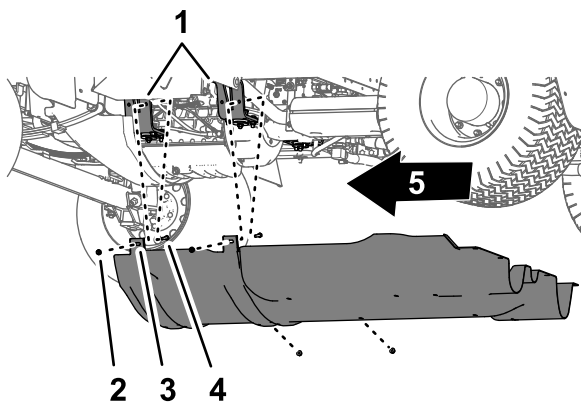

Bild 60
- Nehmen Sie die vier Sicherungsbundmutter (5/16") von den Schrauben und der Schlossschraube ab, mit denen die Befestigungsösen der Fahrwerkabdeckung an den Befestigungshalterungen des Motors der Maschine befestigt sind (Bild 60).
- Nehmen Sie die Fahrwerkabdeckung von der Maschine ab (Bild 59 und Bild 60).
- Fluchten Sie die Fahrwerkabdeckung mit dem unteren Chassis der Maschine aus, siehe Bild 60 in Entfernen der Fahrwerkabdeckung (Seite 54).
- Schieben Sie die Befestigungsnasen der Fahrwerkabdeckung über die Schrauben und die Schlossschraube an den Motorbefestigungshalterungen der Maschine, siehe Bild 60 in Entfernen der Fahrwerkabdeckung (Seite 54).
- Befestigen Sie die Fahrwerkabdeckung mit den vier Sicherungsbundmutter (5/16"), die Sie in Schritt 2 von Entfernen der Fahrwerkabdeckung (Seite 54) entfernt haben, an den Befestigungshalterungen des Motors (Bild 60).